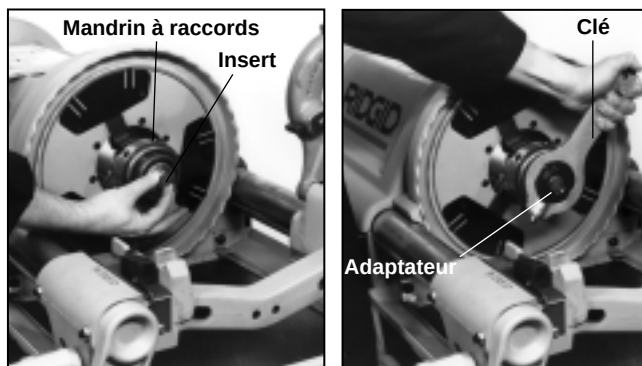

Figure 29 – Installation du mandrin à raccords et de son adaptateur
2. Mettez le mandrin à raccords sur le système d'entraînement (*Figure 29*) en serrant sur les encoches des mâchoires.
3. Mettez la petite extrémité de l'insert (*Figure 29*) vers l'adaptateur pour les tuyaux de $\frac{1}{8}$ " à $\frac{3}{4}$ " de diamètre, ou la grande pour les tuyaux de 1" de diamètre. L'insert n'est pas nécessaire pour les tuyaux d'un diamètre de $1\frac{1}{4}$ " ou plus.
4. Sélectionnez l'adaptateur de mandrin à raccords approprié et vissez-le manuellement dans le mandrin à raccords (*Figure 29*). Serrez-le à l'aide de la clé fournie avec le mandrin à raccords.